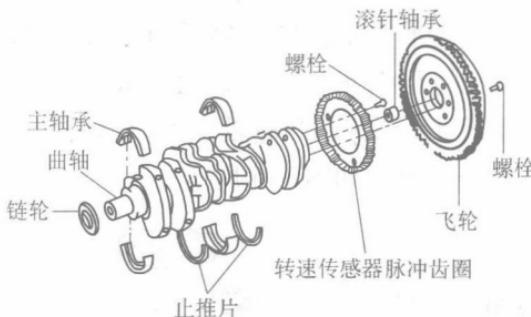

图 1-3 曲轴飞轮组
3) 曲轴飞轮组：主要包括曲轴、飞轮和扭转减振器等，如图 1-3 所示。